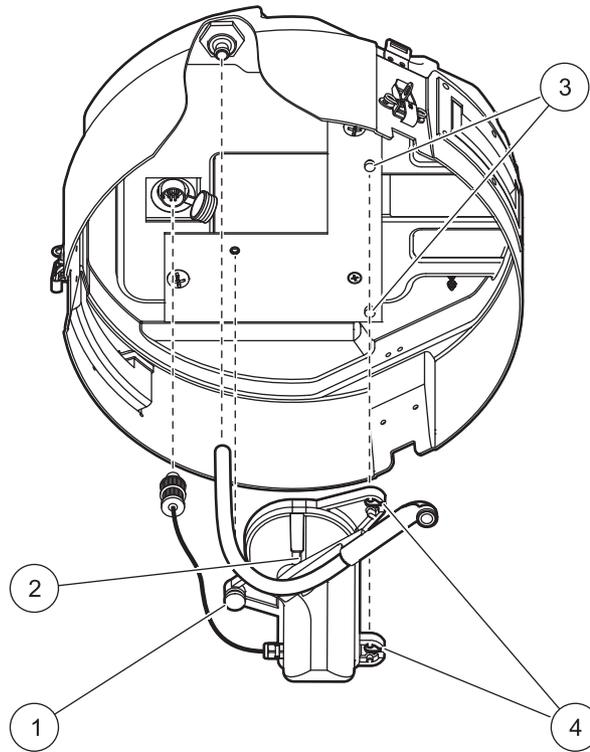

图 12 分配器 组件 安装
1. 滑动位于中心部分内表面顶部的定位器销子下分配器组件外壳上的两个槽口（图 12）。
3. 将分配器配管推入位于中心部分内表面顶部的采样器管道接头（图 12）。